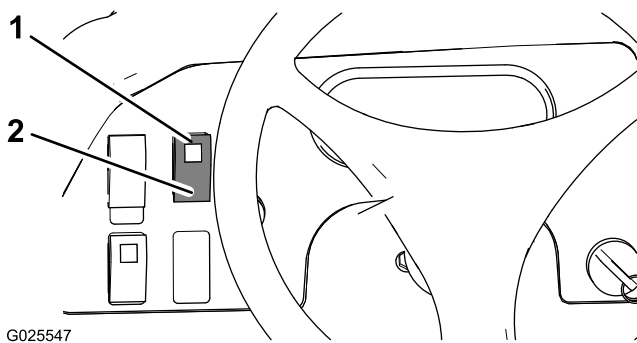

Bild 34
- Drücken Sie den Differenzialsperrschalter nach oben, um das Differenzial zu sperren (Bild 34).
- Drücken Sie den Differenzialsperrschalter nach oben, um das Differenzial zu entsperren (Bild 34).